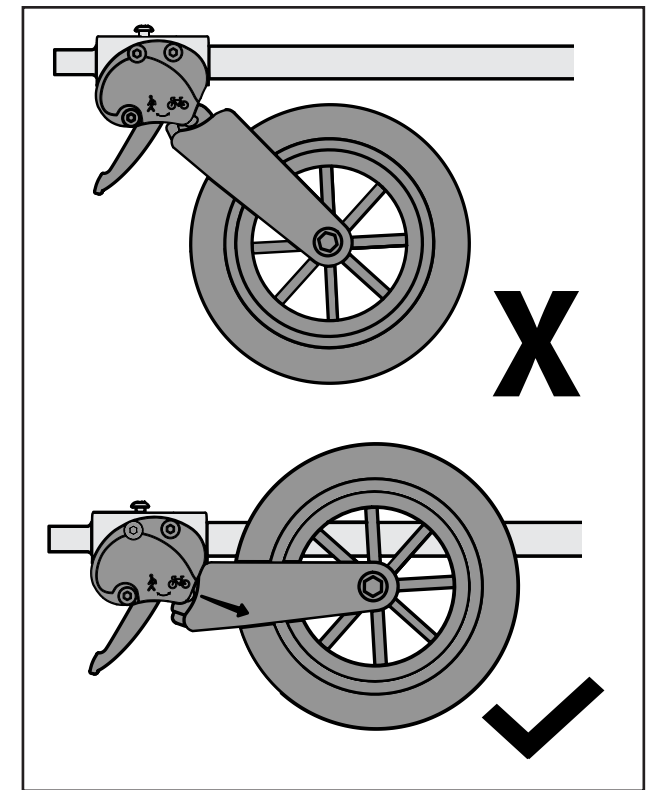
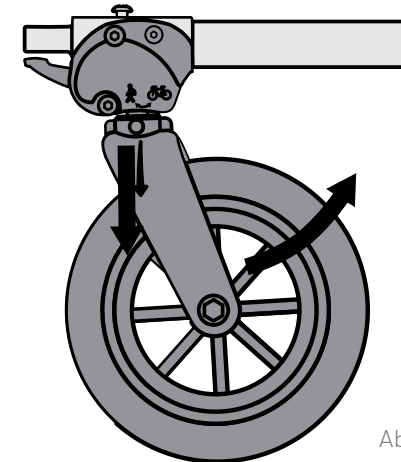

Abbildung 17
Abbildung 16
1. Die Gabel wie gezeigt (Abbildung 16) nach unten ziehen und in den Jogging-Modus drehen. Die Gabel wird automatisch in der Anhänger-Position verriegelt, wenn sie richtig positioniert ist (Abbildung 17).